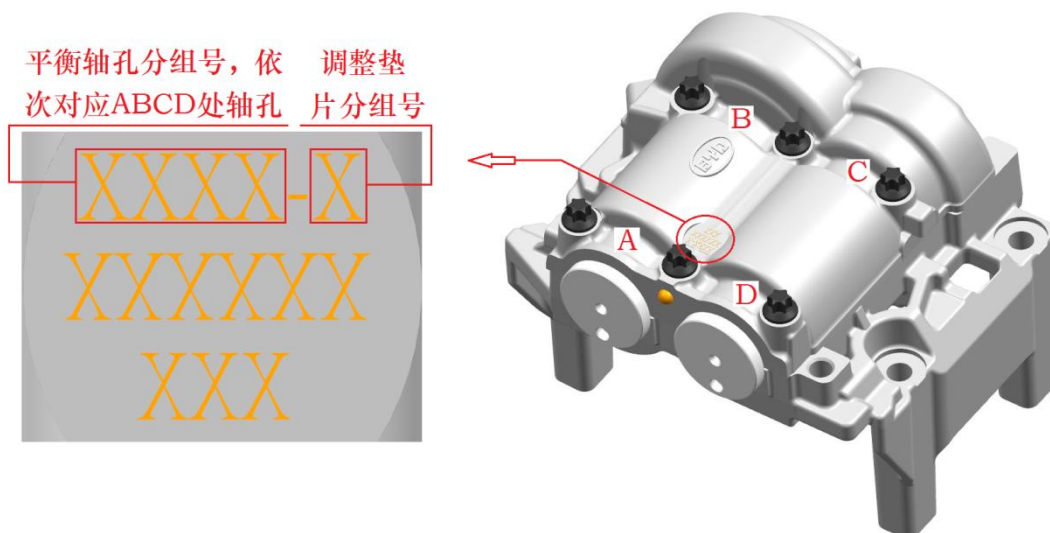

图 13.2
- 9、按下表选配平衡轴调整垫片（平衡轴分组号如图 13.2 所示，缸体分组号如图 13.5 所示），将 4 个平衡轴调整垫片分别安装到平衡轴机构部件的 4 个空心圆柱销上（连接油道的空心圆柱销无需安装垫片），将垫片压至贴合平衡轴座。